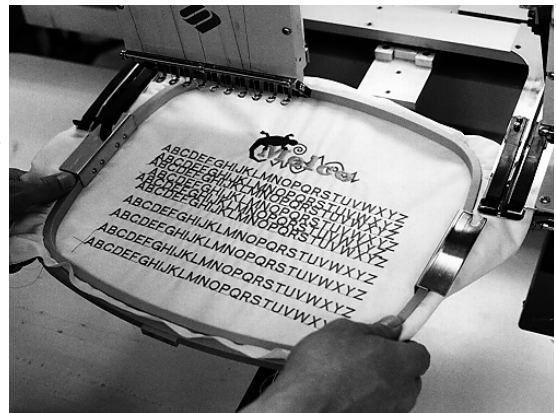

Abbildung 3-9
4. Die Stickrahmen einlegen und die Seitenbefestigungsschellen unter die Federklammern auf den Haltearmen schieben. Die Befestigungsschelle mit dem Schlitz ist auf der rechten Seite (siehe Abb. 3-9). Stellen Sie sicher, daß der Stift am Haltearm in den Schlitz paßt und daß die Befestigungsschellen richtig unter den Federklammern sitzen.